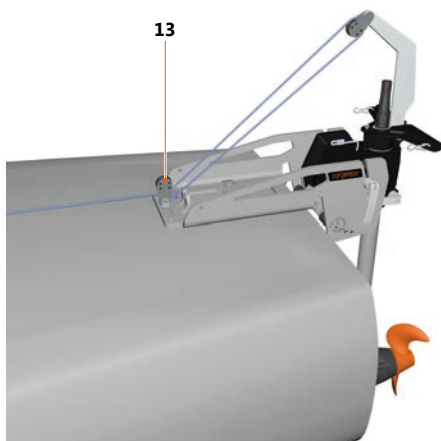

Fig. 65: Kabeltrek 1103 AC modellen
1. Haak de karabijnhaak van de zwenklijn (11) in de zwenkarm (12).
2. Haal de zwenklijn (11) door een van beide geleidingen (10).
Bij het model 1103 AC moet de zwenklijn (11) door de kabeltrek worden geleid, zie **"Fig. 65: Kabeltrek 1103 AC modellen"**.
3. Bevestig de zwarte kraal aan het uiteinde van de zwenklijn (11).